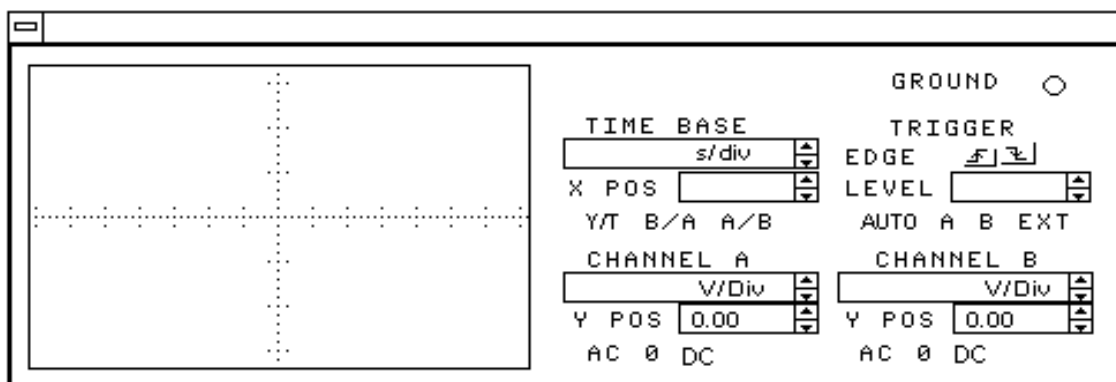

Figura 39
13.2.4 – Registre as formas de onda na figura 39: